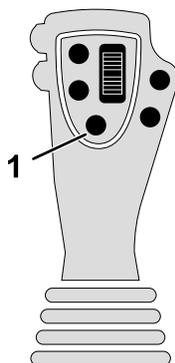
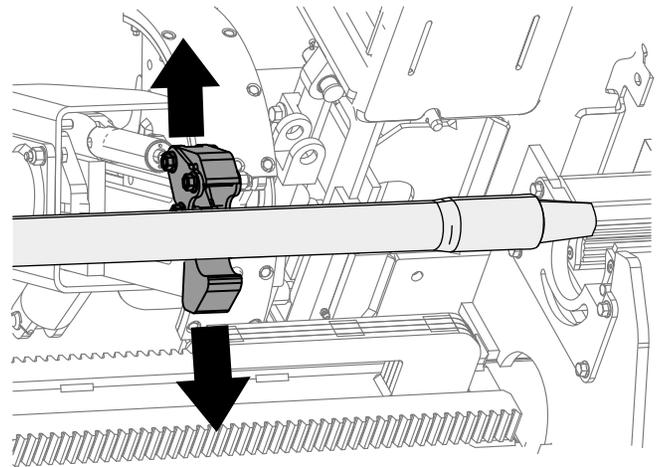

Bild 36
Bild 37
10. Halten Sie die untere linke Taste am linken Joystick (Bild 36) gedrückt, um das Rohr zu lösen (Bild 37) und lassen Sie die Taste los.